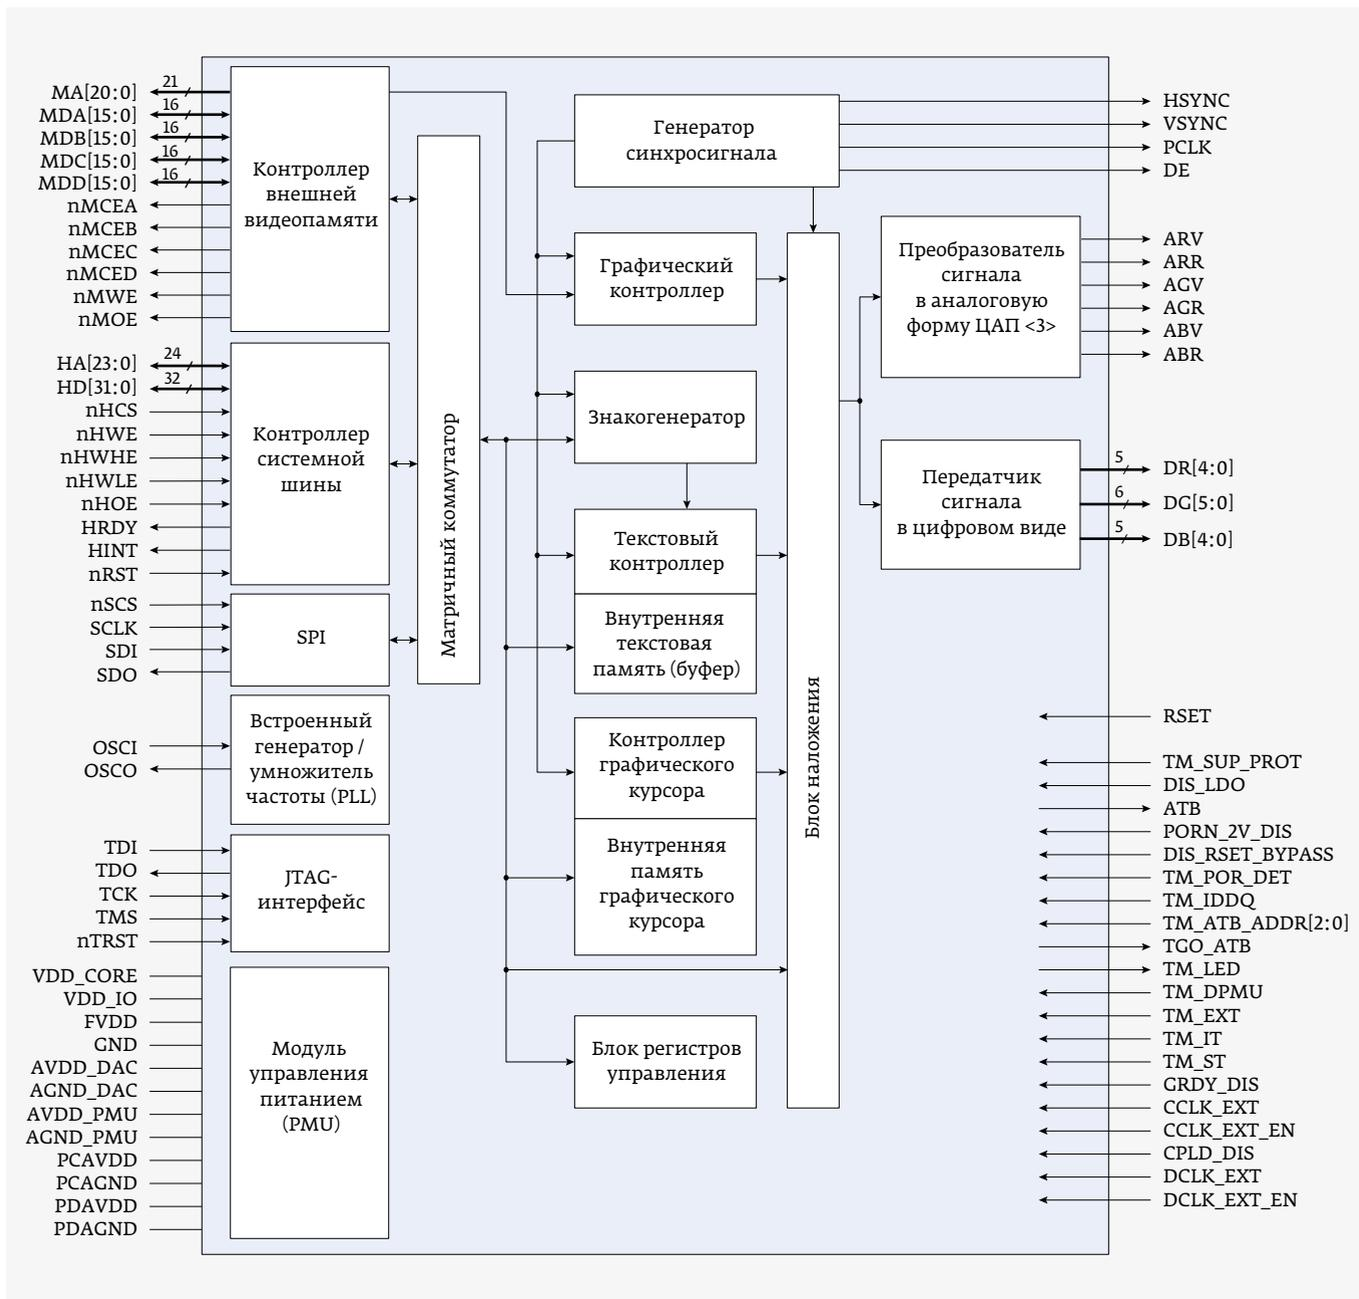

Рис. 1. Структурная блок-схема микросхемы контроллера видеоадаптера 1986BC018
- Структурная блок-схема контроллера видеоадаптера 1986BC018 представлена на рис. 1.